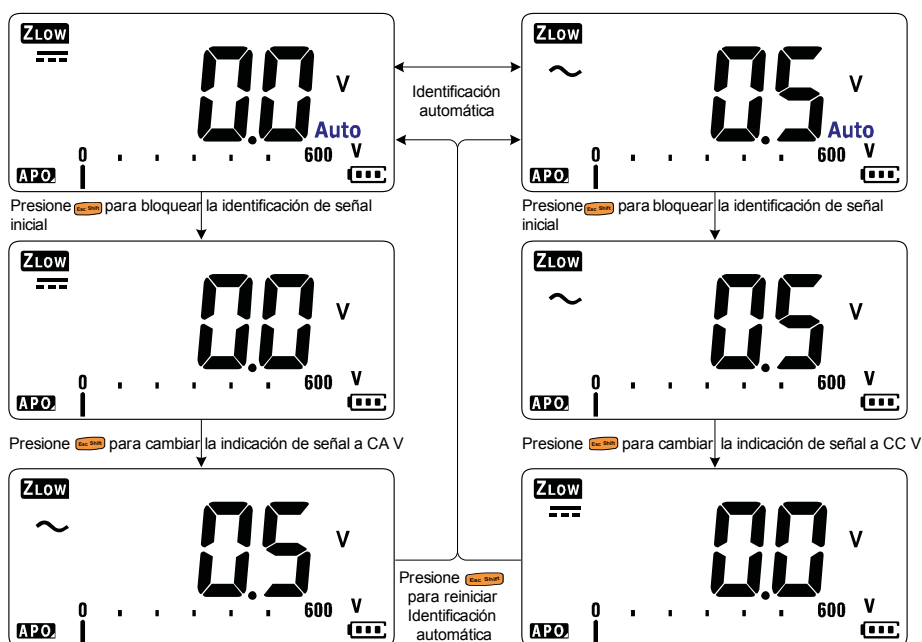

Figura 2-7 Flusso identificazione automatica VZ_{LOW}
- Premere una volta **Esc Shift** per bloccare l'identificazione del segnale iniziale (V_{CA} o V_{CC}). Premere di nuovo **Esc Shift** per cambiare le indicazioni della tensione CA e CC sul display principale. Premere **Esc Shift** per la terza volta per riavviare l'identificazione automatica del segnale. Vedere Figura 2-7 per ulteriori informazioni.